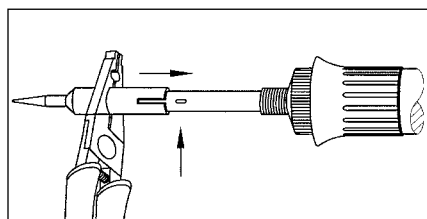

Abbildung 8
- Neue Spitze aufstecken, beim Aufschieben der Spitze darauf ach- ten, dass der Noppen des Heizkörpers im Schlitz der Lötspitze liegt (Abb. 8). Dadurch wird die Spitze positioniert und gegen Verdrehung gesichert.